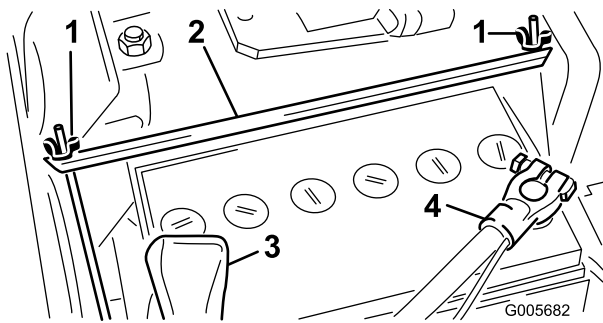
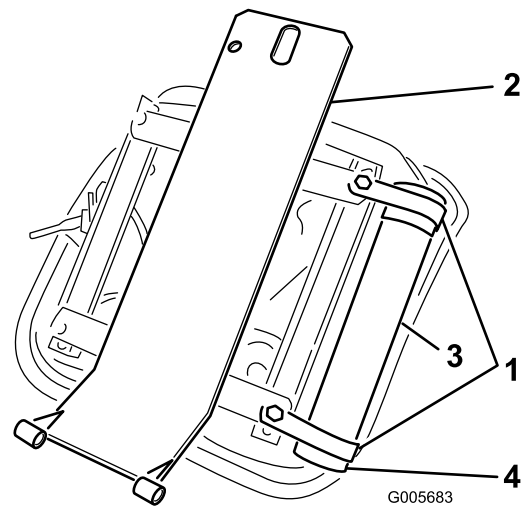

Bild 6
Bild 7
2. Nehmen Sie die beiden Flügelmuttern und das Befestigungsband ab, mit denen die Batterie befestigt ist (Bild 6). Heben Sie die Batterie aus dem Chassis heraus. Bewahren Sie die Flügelmuttern und das Befestigungsband für eine spätere Verwendung an einem sicheren Ort auf.
1. Befestigen Sie die zwei R-Schellen lose mit zwei Kopfschrauben und Flachscheiben (liegen dem Sitz bei) an der rechten Seite des Sitzes (Bild 6). Setzen Sie das manuelle Rohr in die R-Klemme ein und ziehen Sie die Klemmmutter fest (Bild 7).